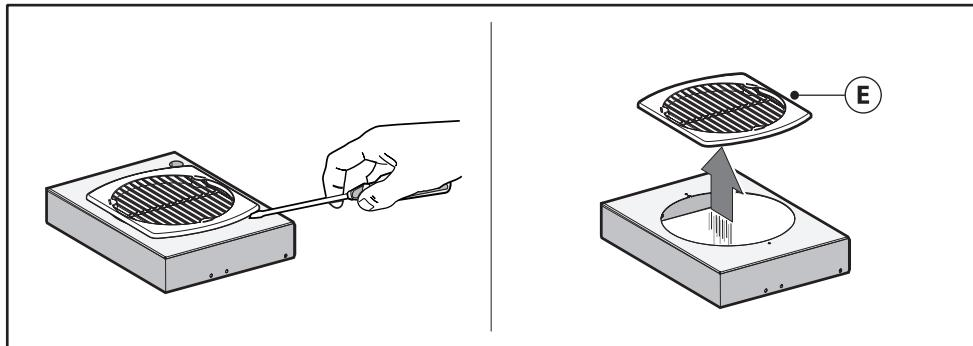

Fig.5
- Sganciare il cupolino **M** e togliere la griglia **E** (**Fig. 5**).